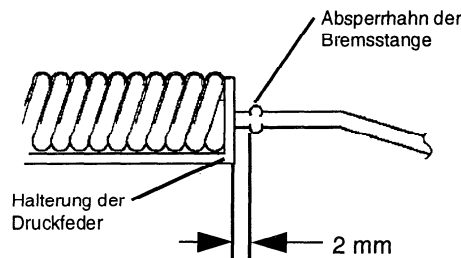

ABBILDUNG 41
- Abbildung 41 betrachten. Abstand von der Innenseite des Absperrhahns der Bremsstange zur Außenseite der Halterung der Druckfeder messen (befindet sich unterhalb des Fußbereichs auf der linken Seite des Getriebes). Der Abstand sollte zwischen **2 bis 10 mm** betragen.